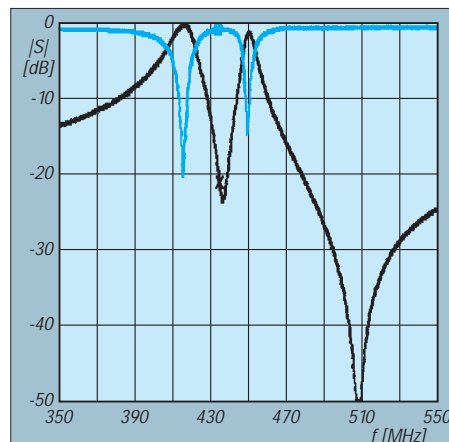

Bild 8: Dämpfungsverlauf und Anpassung wie Bild 7, die Ankopplung ist jedoch verringert. Marke: 435 MHz
**Bild 8:** In der Anfangszeit der Fernsehuner wurden die Leitungskreise oft durch Drahtbügel in Abschirmkammern oder auf Leiterplatten realisiert und durch Plattendrehkondensatoren oder -trimmer an ihrem Eingang auf die gewünschte Resonanzfrequenz abgestimmt.
In der Anfangszeit der Fernsehuner wurden die Leitungskreise oft durch Drahtbügel in Abschirmkammern oder auf Leiterplatten realisiert und durch Plattendrehkondensatoren oder -trimmer an ihrem Eingang auf die gewünschte Resonanzfrequenz abgestimmt (Bild 8). Die Ein- und Auskopplung der zu verarbeitenden HF-Spannung erfolgt über Koppelschleifen oder Koppelkondensatoren.
Zur Verdeutlichung der unterschiedlichen „Austasttiefe“ bei verschiedener kapazitiver Ankopplung habe ich bei entsprechend korrigierter Leitungskreislänge für Bild 8